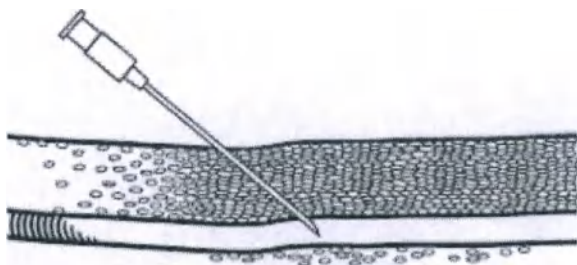

Fig. 1
1. После предварительной обработки участка доступа, введите пункционную иглу с тонкими стенками в сосуд. ПРИМЕЧАНИЕ: Использование ультразвука поможет определить возможность проведения сосудистого доступа и проходимость сосудов. Маркировка EchoTipR на игле используется для размещения кончика иглы во время проведения доступа к сосуду. (Рис. 1)